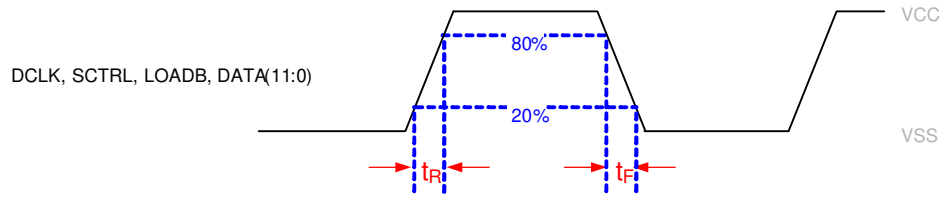
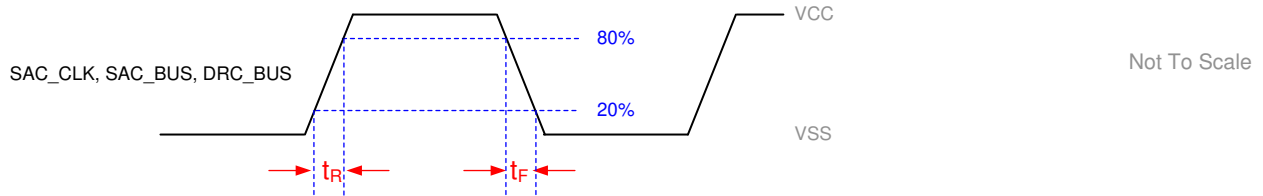

图 6-4. Rise and Fall Timing Parameters 1
图 6-5. Rise and Fall Timing Parameters 2
- (2) Refer to 图 6-4 and 图 6-5.